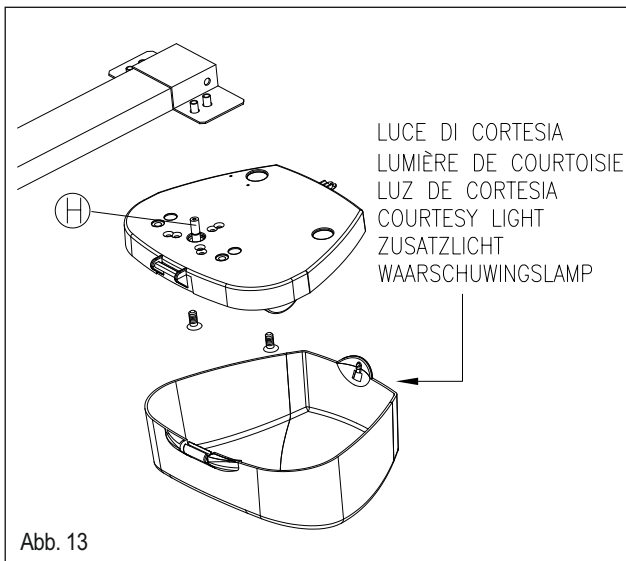

Abb. 13
**INSTALLATION DES ANTRIEBS:** Den Antrieb in den hinteren Endteil der Führung stecken, so dass die Welle H ganz eingefügt ist. Hierbei kann ein Drehen des Antriebs behilflich sein. Dann den Antrieb mit den M8x30 Schrauben befestigen (Abb. 13). Danach die elektrische Anlage vorbereiten. Wenn Ihre Garage besonders klein ist und man die Lichtverhältnisse verbessern will, kann der Antrieb ZEN um 180° gedreht montiert werden (das Gegenteil zu dem in Abb. 13 gezeigten), so dass das Zusatzlicht nach außen gerichtet ist.